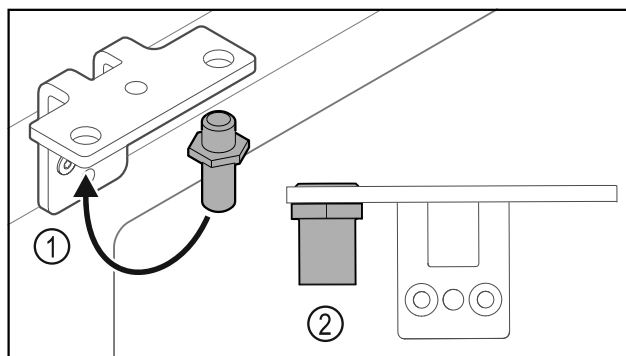

Fig. 37
- Ktheni bulonin Fig. 37 (1) në profilin e menteshës në anën tjetër.
- Shtrengoni bulonin Fig. 37 (2) me **momentin e rrotullimit prej 12 Nm**.